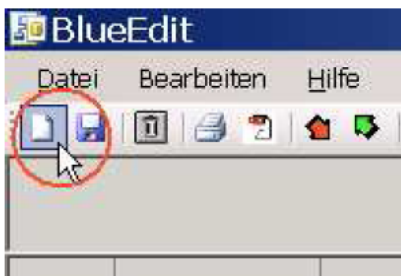

Abb. 29: Neues Rezept anlegen
1. Wählen Sie den Programmgeber aus, für den ein Rezept erstellt werden soll (Abb. 29), Mauszeiger).